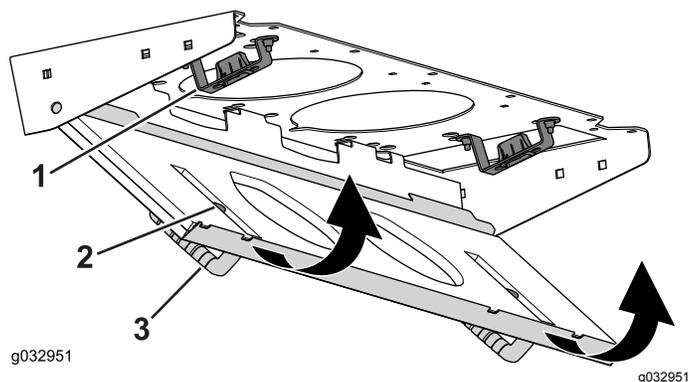

Figura 93
4. Ruotate lo schermo del filtro attorno alle alette fino a quando il fermo non si blocca nel gruppo del supporto del fermo (Figura 93).